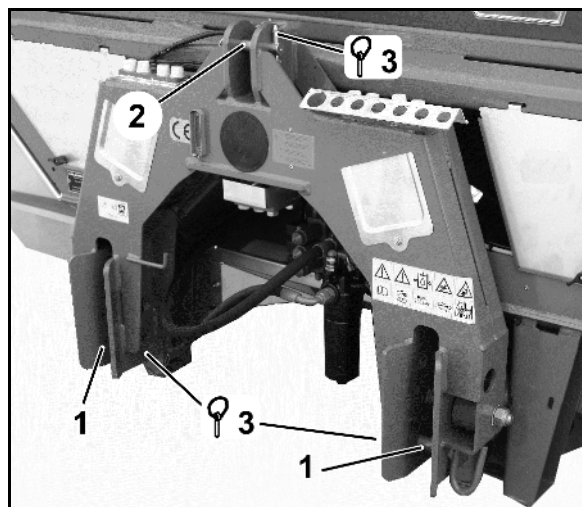

Bild 35
6. Fasta bromsrullar bak (Bild 35)
- o montera och fixera med låssprint (Bild 35/1),
Vid monteringen av de fasta rullarna måste man se till att bulten (Bild 35/2) går helt igenom hålet på ramen och fixerar rullarna i på längden.